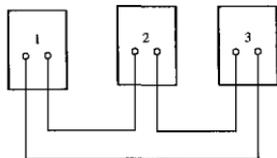

图 5 测击穿电流连线图
16.1 按图 5 连接测量电路。
16.3 击穿电流的设定值按由小到大的顺序设置。并将图 5 中的毫安表置于与所测击穿电流大小相匹配的程档位。
17.1 按下式选择电阻值，并按图5连接测量电路。